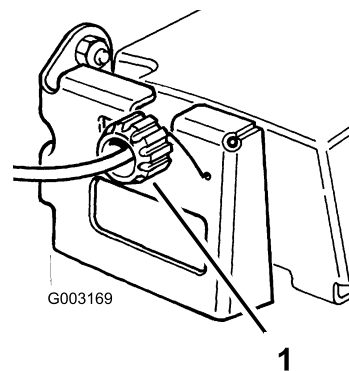

Figura 28
2. Gire el mando de control en el sentido de las agujas del reloj 1/2 vuelta si la máquina no avanza. Si la máquina avanza lentamente, gire el mando 1/2 vuelta en sentido antihorario para aflojar la correa (Figura 28).